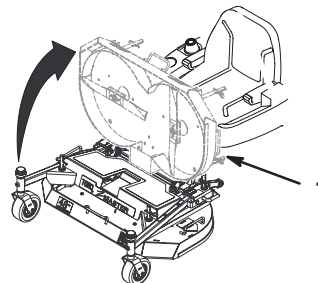

Figure 18
5. Tenez-vous devant la tondeuse, tirez sur la poignée du plateau de coupe et poussez l'avant en arrière pour relever le plateau de coupe (Fig. 18).
2. Tenez-vous devant la tondeuse, tirez la poignée du plateau de coupe vers vous et abaissez le plateau (Fig. 18).